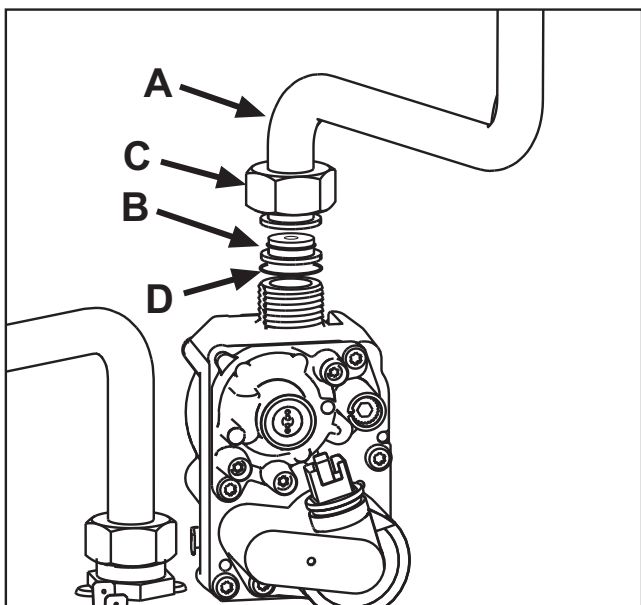

fig. 23
3. Desenrosque la tuerca **C** y desconecte el tubo del gas **A** de la válvula del gas (fig. 23).
4. Sustituya el inyector **B** del tubo del gas por el que se incluye en el kit de transformación, interponiendo la junta **D** (fig. 23).